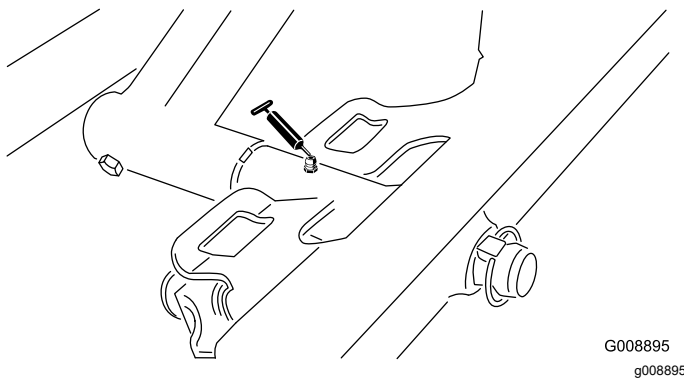

Figura 34
- Pivote de la unidad de corte delantera (Figura 34)